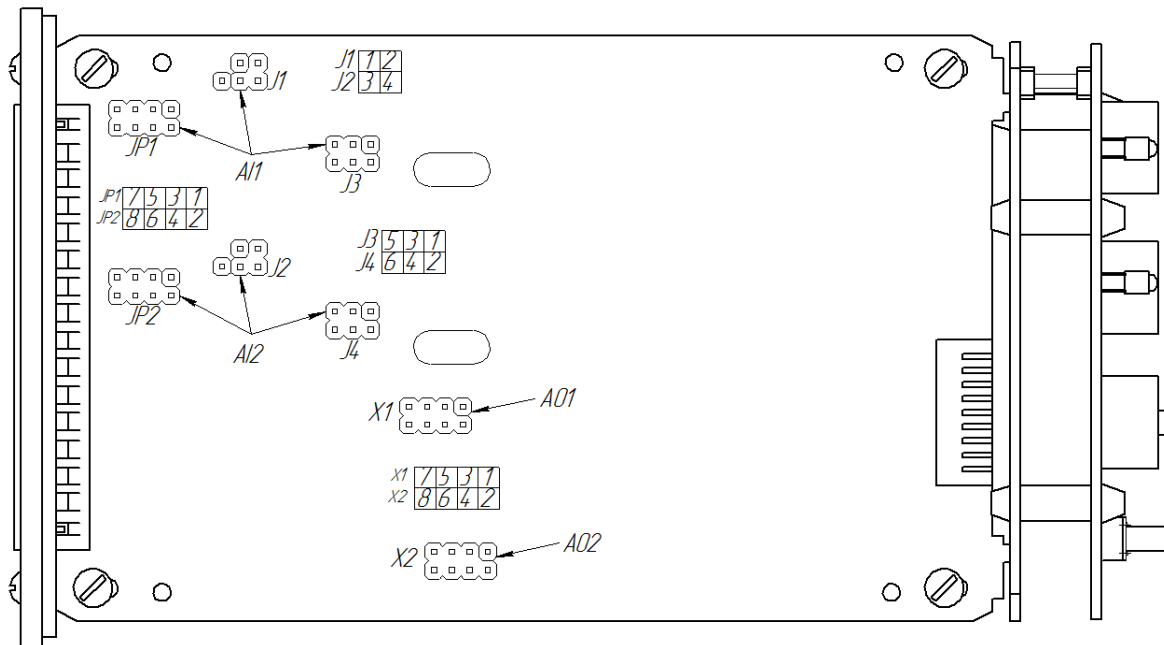

Рисунок 4.9.1 – Положение перемычек на плате входов
- установить положение переключателей на модуле универсальных входов в положение согласно выбранного типа входного сигнала (таблица 4.9.1, рисунок 4.9.1).
Диапазон аналоговых выходов АО1 и АО2, настраивается перемычками Х1и Х2 (см. рисунок 4.9.1) на модуле универсальных входов/выходов. Типы выходного сигнала и соответствующие положения перемычек приведены в таблице 4.9.2.